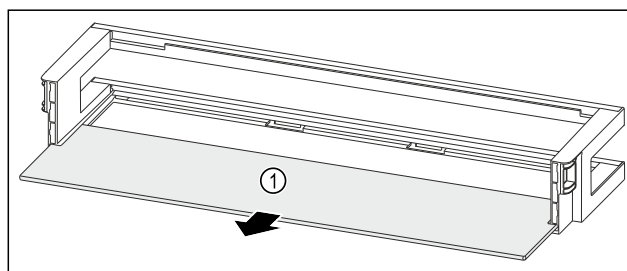

Fig. 131 Лотки на дверцятах з полицю
- ▶ Дістаньте полицю Fig. 131 (1).